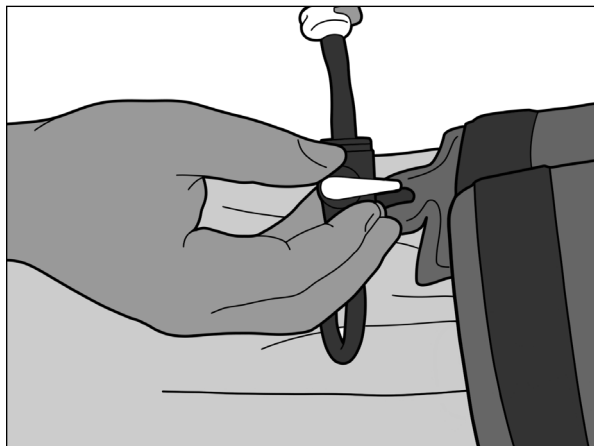

Fig. 20
1. Kontrollera att avstängningsventilen är vinkelrät mot slangen (Fig. 20).